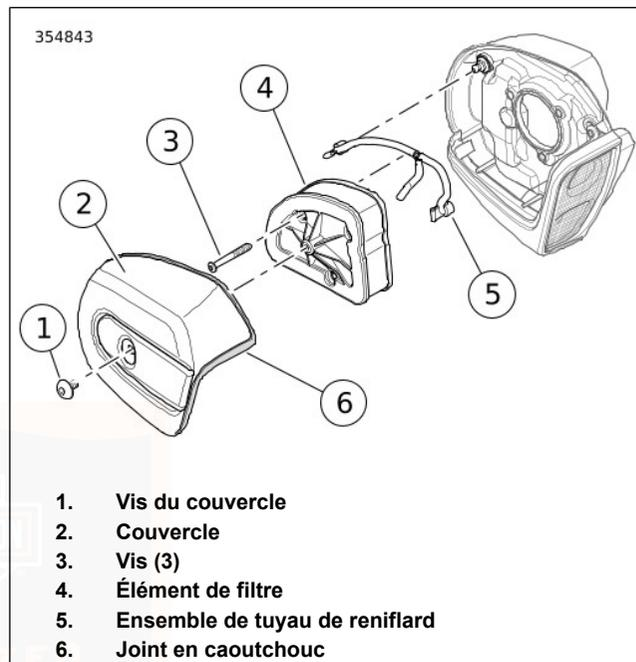

Figure 81. Ensemble de filtre à air
1. Voir Figure 81. Retirer la vis (1) et le couvercle de filtre à air (2) avec le joint en caoutchouc (6).
2. Déposer trois vis (3).
3. Retirer l'élément de filtre (4) en tirant le tuyau de reniflard hors du trou sur le côté intérieur.
4. Retirer le tuyau de reniflard (5) des boulons de reniflard.
1. Voir Figure 81. Installer le tuyau de reniflard (5) sur les boulons de reniflard.
2. Poser l'élément de filtre (4) tout en appuyant le tuyau de reniflard dans l'élément.
3. Poser les vis (3). Serrer les vis à un couple de 4,5–6,8 N·m (40–60 **in-lbs**).
4. Vérifier que le joint en caoutchouc (6) n'est pas endommagé et est correctement installé sur la périphérie du couvercle de filtre à air.
5. Installer le couvercle de boîte de filtre à air sur la plaque arrière. Enduire les filets de la vis (1) d'une goutte de LOCTITE 243 MEDIUM STRENGTH THREADLOCKER AND SEALANT (Frein filet et produit d'étanchéité d'intensité moyenne Loctite 243) (bleu). Installer la vis. Serrer à un couple de 4,1–6,8 N·m (36–60 **in-lbs**).